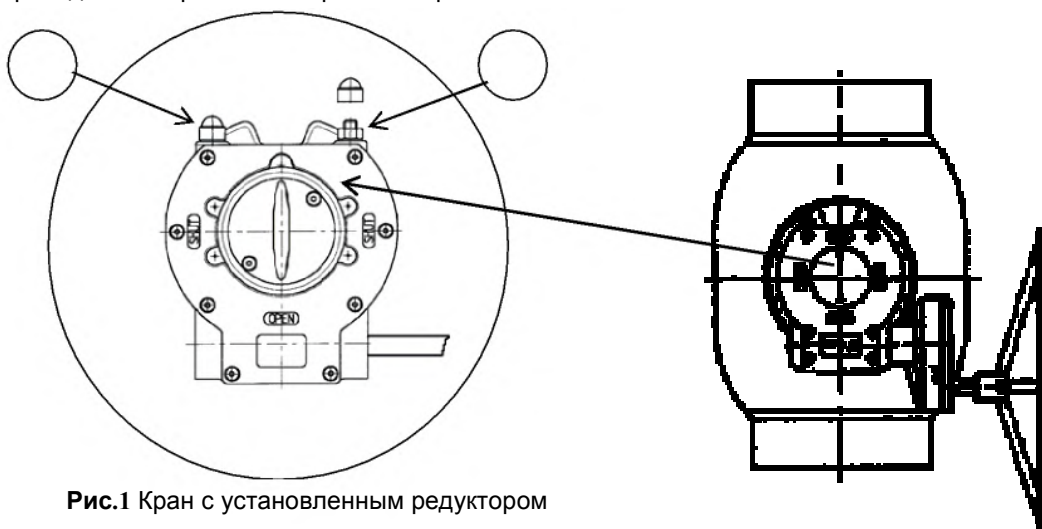

Рис.1 Кран с установленным редуктором
- 1.3 Установите редуктор в положение «открыто»- указатель положения редуктора должен указывать на положение OPEN (открыто) см. рис.1.
- 1.10.1 Снять защитный колпачок с контр-гайки упора-ограничителя. Открутить упор-ограничитель 1 и 2 (см. рис.1).